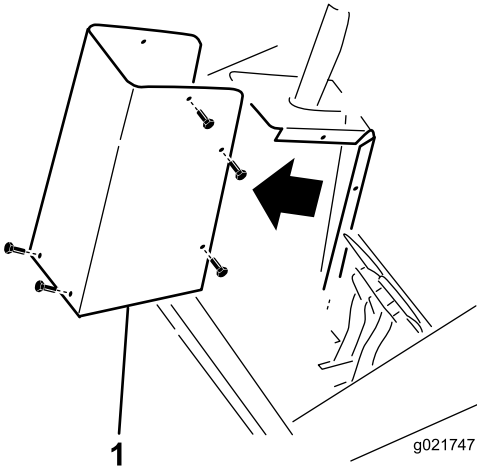

Figura 1
1. Retire la cubierta de la columna de dirección (Figura 1).